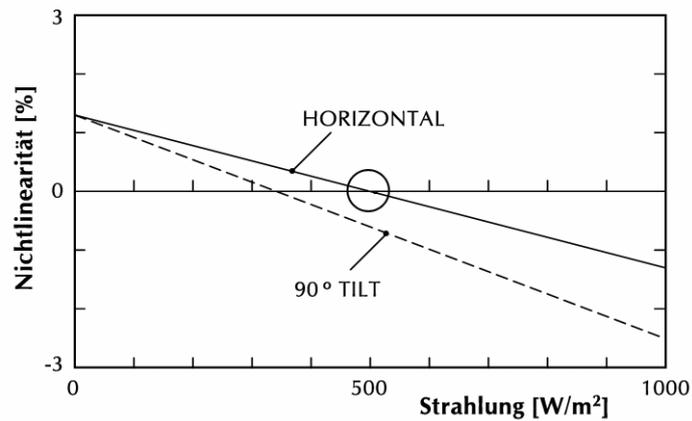

Abbildung 7 Nichtlineare Empfindlichkeitsabweichung relativ zur Solarstrahlung beim Pyranometer CM6B.
**Die Nichtlinearität**, die Empfindlichkeitsschwankungen in Relation zur Solarstrahlung, sind bei jedem CM6B ähnlich. (S. a. Abbildung 7).